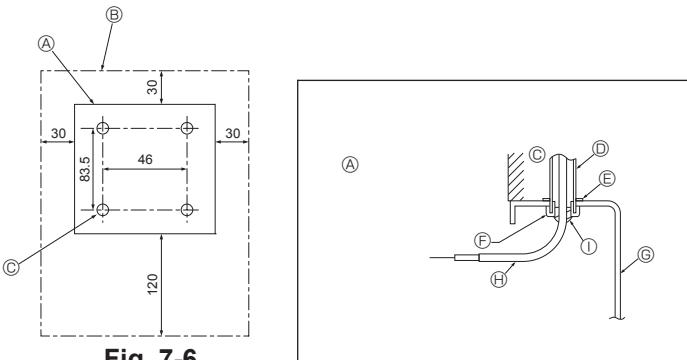

Fig. 7-6
- Seleccione una posición adecuada para el control remoto. (Fig. 7-6)